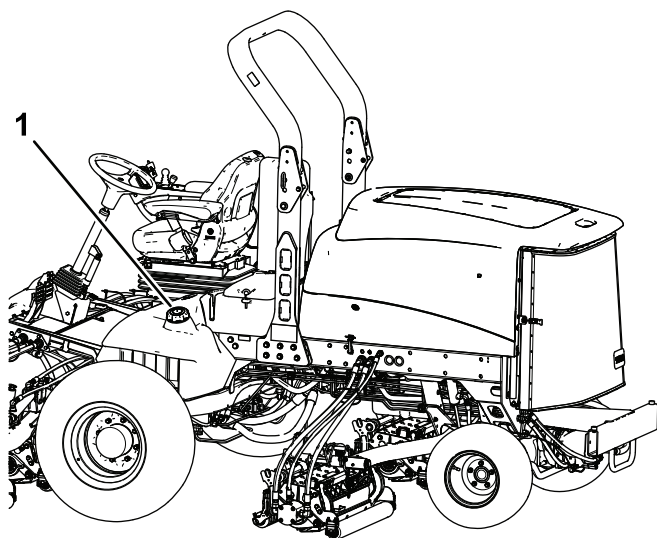

Figura 38
3. Retire a tampa do depósito de combustível (Figura 38).